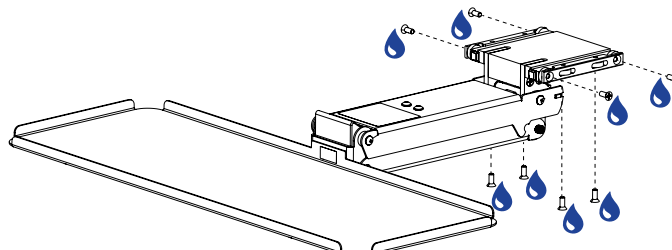

Figure 9: Installation de la nouvelle visserie du plateau pour clavier
11. Installer les huit (8) roulements à billes (Figure 9 A) et huit (8) vis à tête plate Phillips 10-32 po X 1/2 po enduits d'adhésif frein-filet de force moyenne (Figure 9 B) inclut dans l'ensemble de remplacement, puis serrer à l'aide d'un tournevis Phillips #2 et d'une clé dynamométrique.